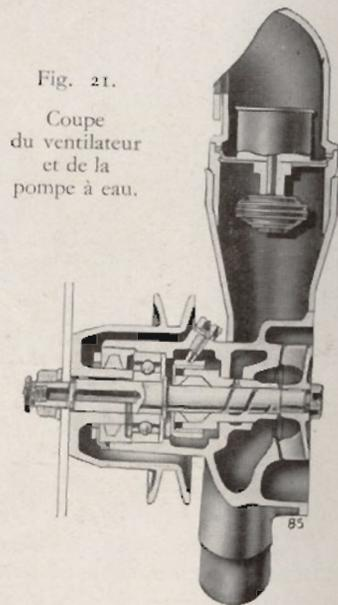

Fig. 21.
**Calorstat.** (fig. 21). La capsule du calorstat placée dans la conduite d'eau est indéréglable, son fonctionnement est assuré par la dilatation thermique d'une capsule métallique qui actionne un volet d'ouverture du conduit d'eau; cette ouverture ne débutant que lorsque la température de l'eau autour des cylindres est de 65°C, pour atteindre sa pleine ouverture pour une température de 85°C. L'on assure ainsi un réchauffage plus rapide du moteur, ce qui lui permet de fonctionner plus vite dans les conditions thermiques optima. Toutefois, l'adoption du calorstat peut aggraver les risques de gel du radiateur par temps très froid, si l'on n'emploie pas de l'antigel (page 74); nous attirons particulièrement l'attention des clients sur ce point.